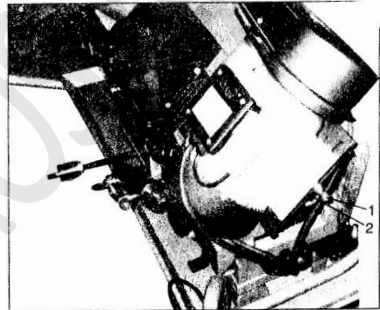

Fig 5.
2. Løs motorpladelåsebolt (1, fig.5).
3. Løsn motorpladens skydebolt (2), indtil remmen kan flyttes på remskiverne.
5. Spænd motorpladens glidebolt (2) for at efterspænde remmen.
6. Spænd motorpladens låsebolt (1)